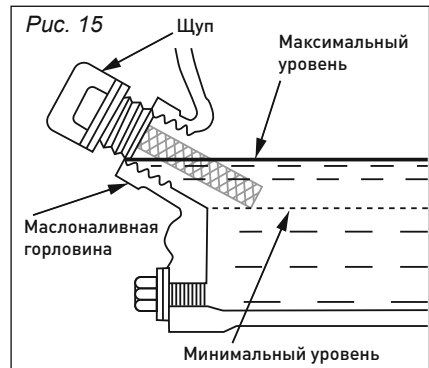

Рис. 15
4. Проконтролируйте уровень моторного масла, при максимальном уровне, моторное масло доходит до края резьбы маслозаливной горловины (рис. 15).